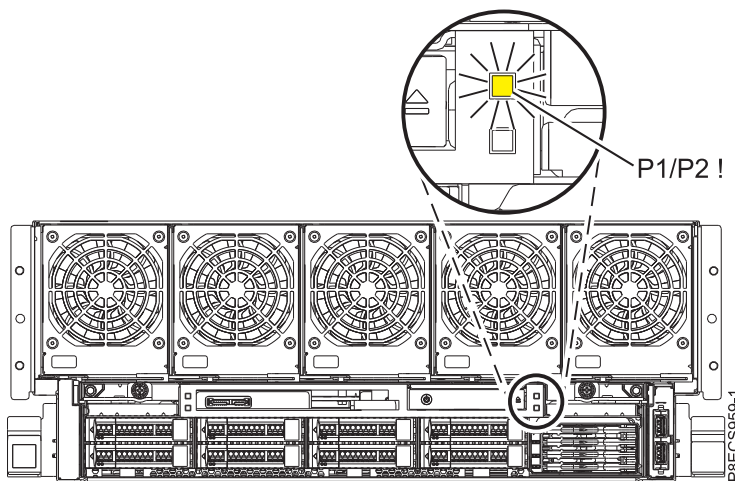

Figura 1. LED Frontal **P1/P2 !** LED de sintetização de falha no sistema 8408-44E ou 8408-E8E.
5. Observe o estado do LED **P1/P2 !** de acúmulo de falhas, localizado na parte frontal do sistema de seu 8408-44E ou 8408-E8E, conforme mostrado no Figura 1.